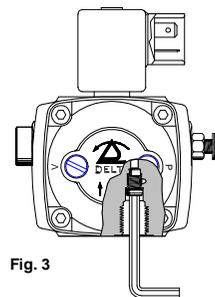

Fig. 3
- Inserire ed avvitare la boccola di by-pass all'interno del foro di ritorno (Fig. 3).
- Usando una chiave brugola da 4 mm, svitare la boccola by-pass dal foro di ritorno (Fig. 3).